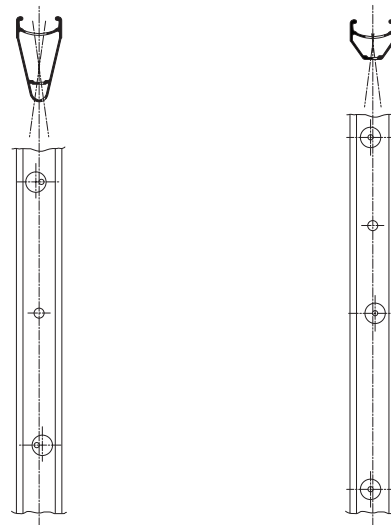

Fig. 44
- I fori per i raggi di destra e di sinistra non sono allineati, ma sono leggermente spostati rispettivamente verso destra e verso sinistra (Fig. 44).
- The holes for the RH and LH spokes are not aligned but slightly offset respectively to right and left (Fig. 44). **NEVER fit a LH spoke in a RH hole and vice versa.**
- Die Bohrungen für die Speichen der rechten und der linken Seite sind nicht gerade ausgerichtet, sondern jeweils leicht nach recht bzw. nach links verschoben (Abb. 44).
- Les trous pour les rayons de droite et de gauche ne sont pas alignés, ils sont légèrement décalés respectivement vers la droite et vers la gauche (Fig. 44).
- Los orificios de los radios de la derecha y de la izquierda no están alineados, sino que están desplazados un poco, respectivamente, hacia la derecha y hacia la izquierda (Fig. 44).